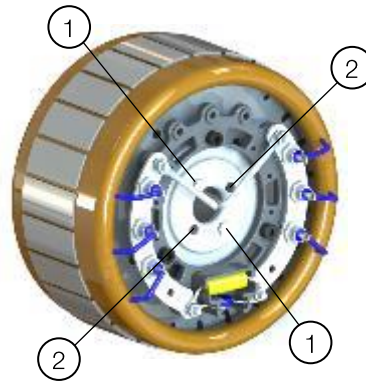

Abbildung 14.22: Befestigung und Bohrungen zum Herausziehen des Erregerrotors
- Den Erregerrotor entfernen. Den Erregerrotor mit den Befestigungsschrauben durch die in Abbildung 14.22 dargestellten Löcher herausziehen und die aktuelle Erregerrotorbuchse herausziehen.
Legende der Abbildung 14.22: